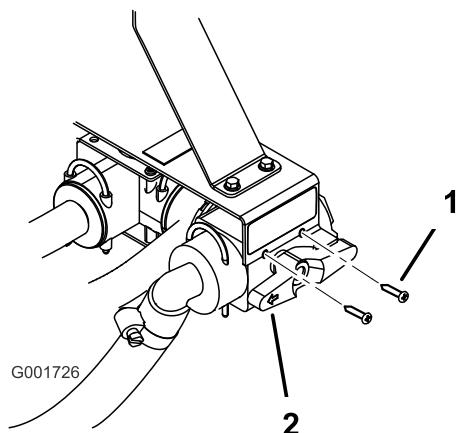

Figura 13
10. Fissate la nuova valvola di regolazione alla staffa utilizzando due viti (Figura 13).